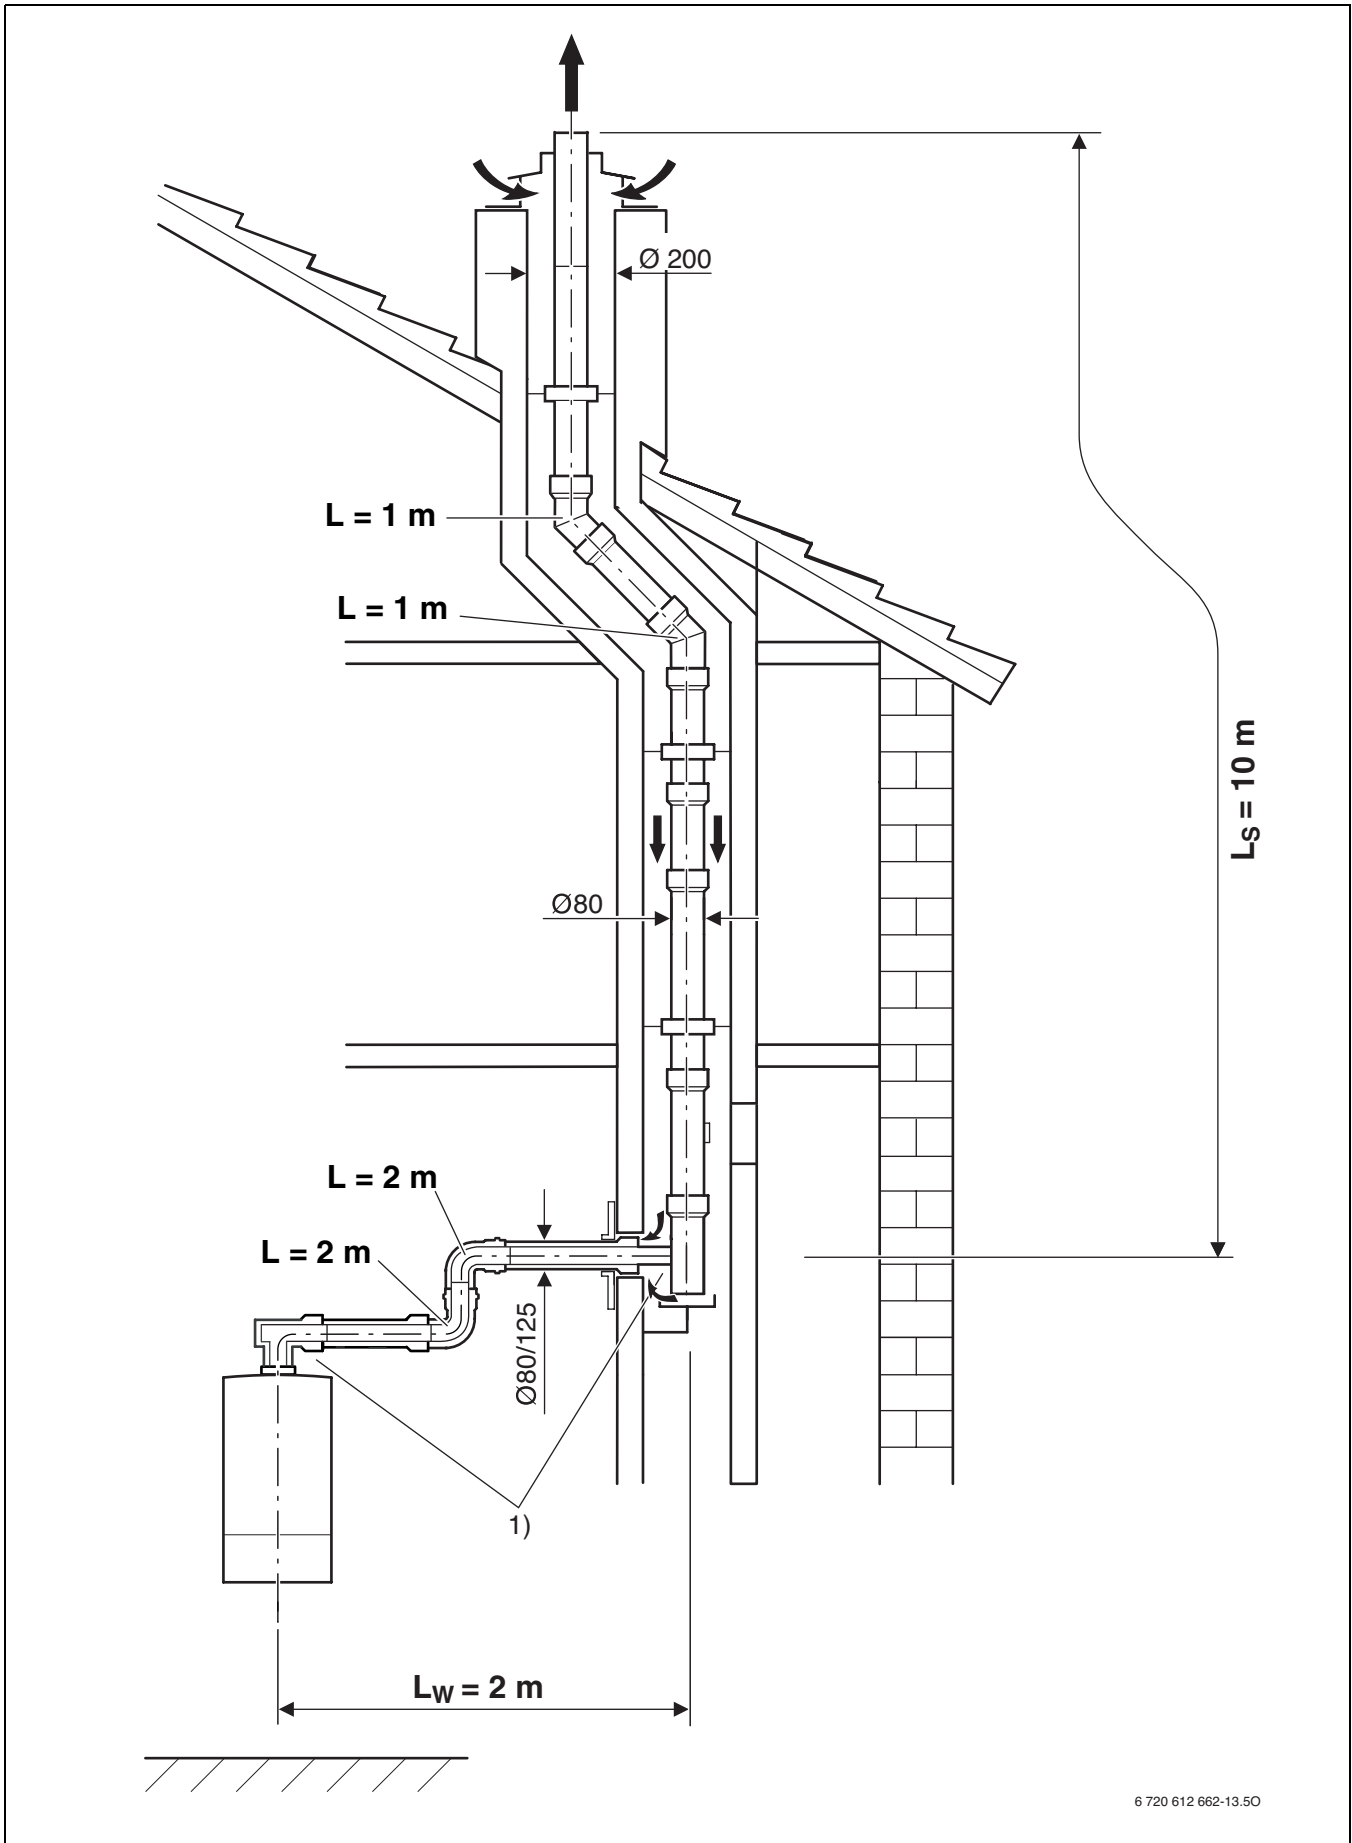

Bild 31
5.4 Beispiel zur Berechnung der Abgasrohrlängen (Bild 31)